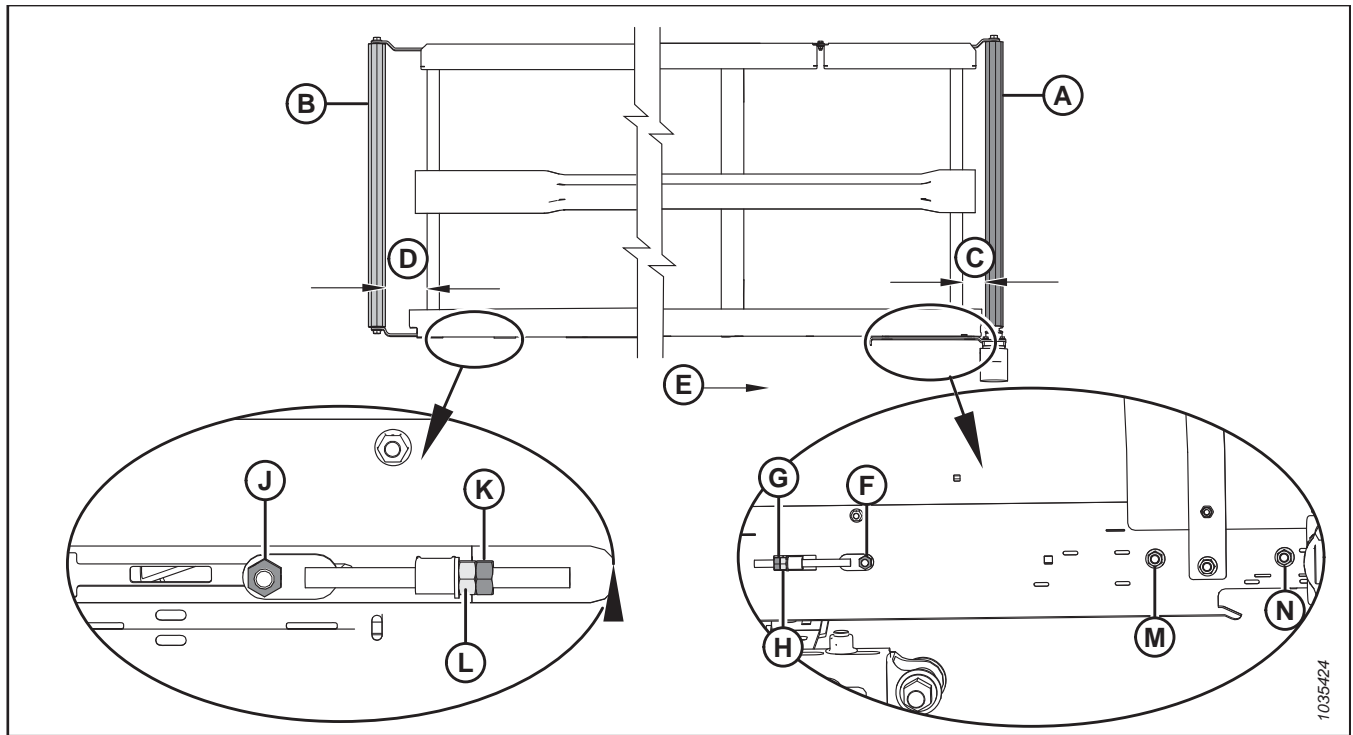

Figura 4.250: Reglaje de urmărire a transportorului cu bandă – Transportor cu bandă stânga
2. Reglați cilindrul de acționare (A) pentru a modifica C (consultați Tabelul 4.2, pagina 433 și Figura 4.250, pagina 433), după cum urmează:
- a. Slăbiți piulițele (F), (M) și (N) și contrapiulița (G).
- b. Rotiți piulița de reglare (H).
- c. Strângeți piulițele (F), (M) și (N) și contrapiulița (G).
3. Reglați rola întinzătoare (B) pentru a modifica D (consultați Tabelul 4.2, pagina 433 și Figura 4.250, pagina 433), după cum urmează:
- a. Slăbiți piulița (J) și contrapiulița (K).
- b. Rotiți piulița de reglare (L).